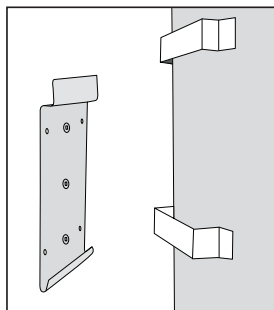

FIGURA 1
4. Fijar el recuperador a esta placa de montaje (figura 1).